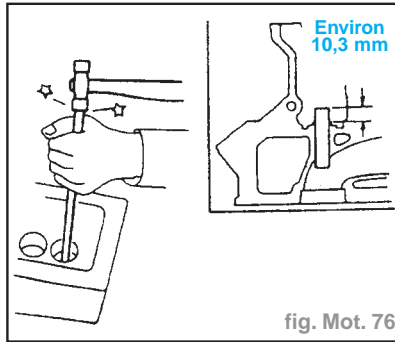

fig. Mot. 76
- Emmancher le guide neuf jusqu'à ce qu'il dépasse de **10,3 mm** (fig. Mot. 76).